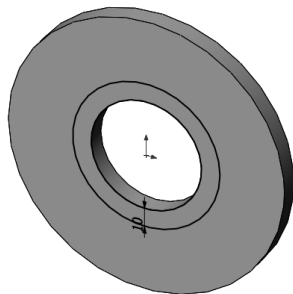

图 5-143 生成等距实体草图
- [4] 单击【确定】按钮，生成等距实体草图，如图 5-143 所示。